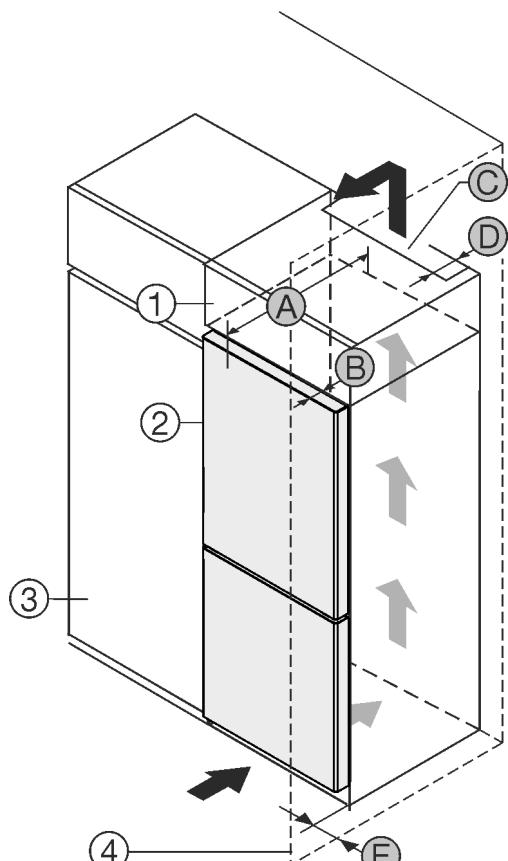

Fig. 1
Uređaj se može postaviti direktno uz kuhinjski element Fig. 1 (3).\*
Na stražnjoj strani visećeg ormara treba postojati otvor za odzračivanje dubine Fig. 1 (D) po cijeloj širini visećeg ormara.
Ispod stropa prostorije treba poštovati ventilacijski presjek Fig. 1 (C).
Kada se uređaj postavlja s okovima pored zida Fig. 1 (4), razmak između uređaja i zida mora iznositi najmanje 13 mm.
Kada se uređaj postavlja s okovima pored zida Fig. 1 (4), razmak između uređaja i zida mora iznositi najmanje 20 mm.
Kako biste vrata mogli potpuno otvoriti, uređaj mora biti za dubinu vrata Fig. 1 (B) ispred u odnosu na prednjicu kuhinjskog elementa. Ovisno o dubini kuhinjskih elemenata Fig. 1 (3) i uporabi zidnih odstojnika, uređaj može i dalje stršati.\*